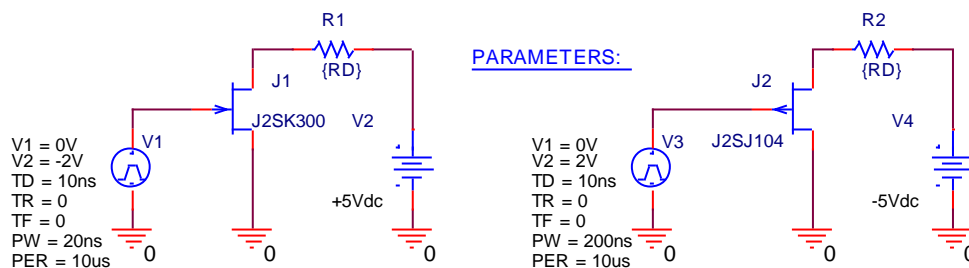

Рис.1.4. Схемы моделирования переходных процессов полевых транзисторов
1.5. Начертить в тетради схемы моделирования переходных процессов полевых транзисторов (рис.1.4)
2.6. Составить схему моделирования переходных процессов полевых транзисторов (рис.1.4).